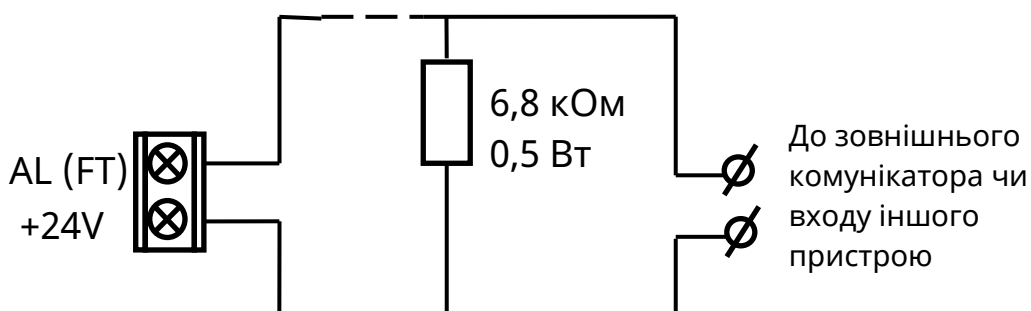

Рисунок 5.4 – Підключення виходів AL та FT
5.3.5.1 ППКП містить 2 виходи «Пожежа» та «Несправність» для підключення зовнішніх пристроїв або комунікатора. Це транзисторні виходи типу «відкритий колектор» з обмеженням струму комутації (100 мА) та контролюванням лінії підключення. В кінці лінії встановлюють резистор 6,8 кОм, 0,5 Вт. Підключення виходів наведено на рис. 5.4. Вихід можна використовувати «Без контролю» та «З контролем». Якщо вихід не планується використовувати, то потрібно зробити відповідні налаштування за допомогою застосунку tLoader II. На рисунку показане підключення виходів до гальванічно розв'язаних входів (обмотки реле, оптопари) підключених пристроїв. Якщо входи не мають гальванічної розв'язки, потрібно додатково з'єднати клеми «GND» ППКП і підключених пристроїв.